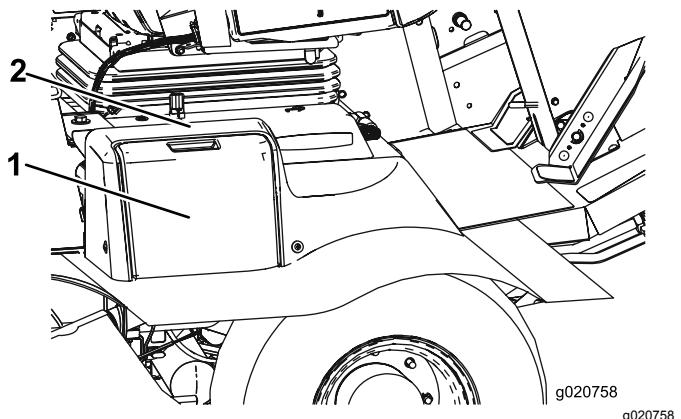

Figura 80
- Abra la tapa de la batería, situada en el lado de la cubierta (Figura 80).
Nota: Presione hacia abajo sobre la superficie plana situada encima de la tapa de la batería para facilitar la apertura de la tapa (Figura 80).